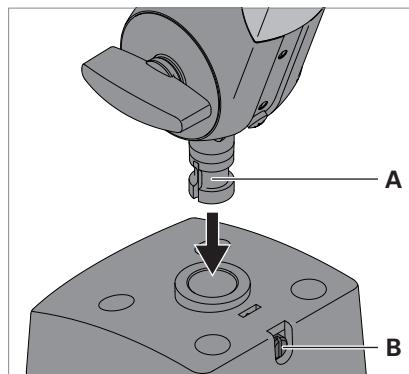

рис. 2: Смонтируйте светильник на креплении.
- ▶ Вставьте цапфу **A** в отверстие крепления на штативе светильника, смотри рис. 2.